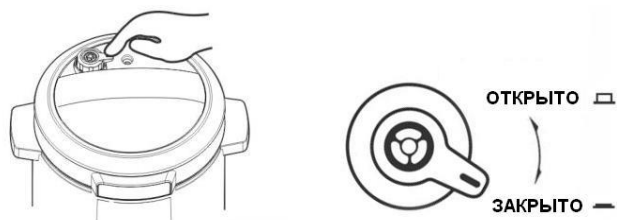

Рис. 4
6. Установите регулятор давления в положение ЗАКРЫТО или ОТКРЫТО, в зависимости от выбранной программы (Рис.4).